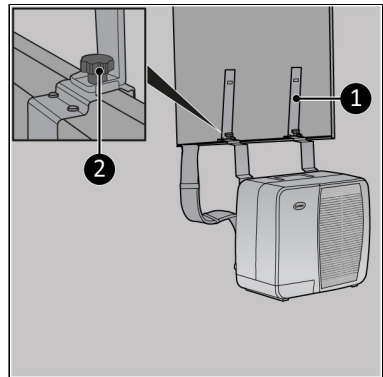

Figure 137.
1. Fest de øverste campingvognbrakettene (Figure 137, pos. 1) til de nederste campingvognbrakettene ved å stramme til skruen på hver brakett (Figure 137, pos. 2).